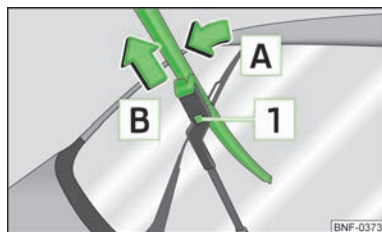

Fig. 30
- Levante o braço do limpa-vidros para fora do vidro traseiro e vire a escova ligeiramente no sentido do braço do limpa-vidro, seta [A] » Fig. 30.